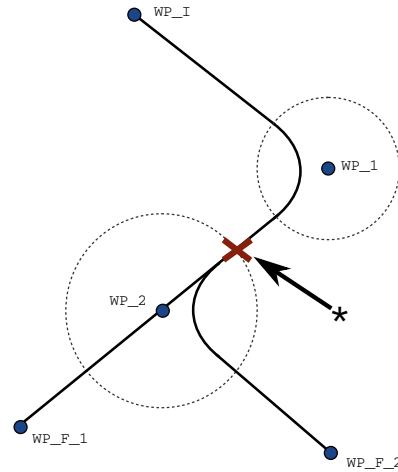

图 15.5: WP\_I 为初始路点, 有两个潜在最终路点 WP\_F\_1 和 WP\_F\_2, 取决于条件表达式。当机器人手臂进入第二个交融时, 条件 if 表达式被评估 (\*)。
**条件交融轨迹** 交融轨迹受设置交融半径的路点以及程序树中的下一个路点影响。也就是说，在图 15.5 中的程序中，围绕 WP\_1 的交融受 WP\_2 影响。在本例中，当围绕 WP\_2 交融时，其结果变得更显而易见。存在两个可能的结束位置，为确定哪一个是要交融的下一个路点，当输入交融半径时，机器人必须已经评估 digital\_input[1] 的当前读数。那意味着 **if...then** 表达式（或判断下一个路点的其它必要语句，如可变路点）在我们实际抵达 WP\_2 之前被评估，当审视程序序列时，这有点反直觉。如果某个路点是一个停止点，后接判断下一个路点的条件表达式（如：I/O 命令），当机器人手臂停在该路点时执行该表达式。